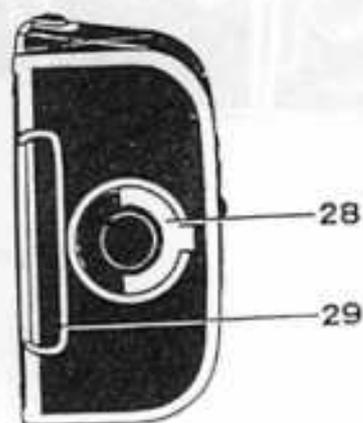

Fig. 5
V. fig. 5 (magazzino, visto da sinistra)